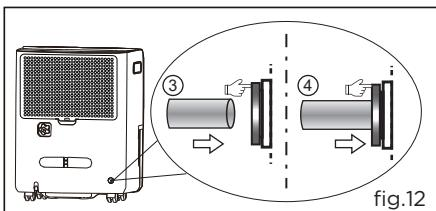

fig.12
- b. Mientras inserta la manguera de drenaje en la unión de drenaje, mantenga presionado el anillo. Asegúrese de que esté bien conectado para que quede completamente asentado;(fig.12)